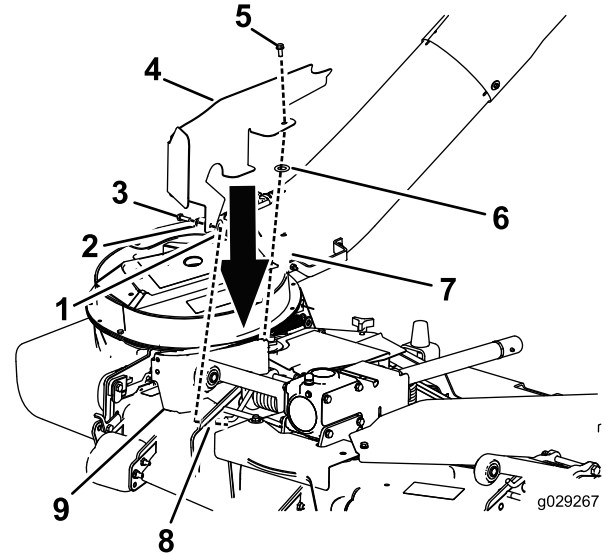

Bild 11
2. **Mähwerke mit Heckfangsystem:** Montieren Sie das rechte Schutzblech (Bild 11).